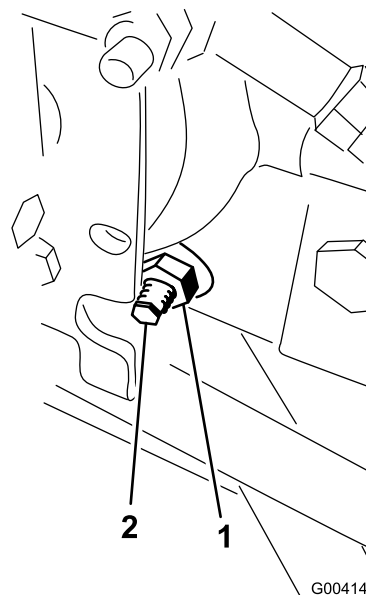

Figura 83
3. În partea dreaptă a hidrostatului, slăbiți contrapiula camei de reglare a traciunii (Figura 83).